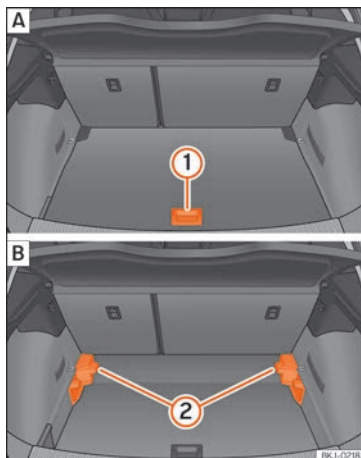

Abb. 141 Variabler Gepäckraumboden: [A] Hochstellung; [B] Tiefstellung.
- Um von der niedrigen in die hohe Position überzugehen, heben Sie den Boden am Haltegriff »» (Abb. 141) ① an und ziehen Sie ihn nach hinten, bis der vordere Teil des Bodens vollständig über den Halterungen ② liegt.
- Den Gepäckraumboden nun bis zum Anschlag an den Rücksitzlehnen nach vorne schieben und mit Hilfe des Haltegriffs ① absenken.
- Um von der hohen in die niedrige Position überzugehen, heben Sie den Boden am Haltegriff »» (Abb. 141) ① an und ziehen Sie ihn nach hinten, bis der vordere Teil des Bodens vollständig über den Halterungen ② liegt.
- Den vorderen Teil auf den Boden absenken und diesen bis zum Anschlag an den Rücksitzlehnen nach vorn verschieben und dabei den Boden gleichzeitig mit Hilfe des Haltegriffs ① absenken.
- Bei einem variablen Boden in hoher Position diesen am Haltegriff anheben >>> [Abb. 141] ①, daran ziehen und in Richtung der Rücksitzlehne bewegen bis der Boden an der Scharnierlinie eingeklappt wird und sich der bewegliche Teil des Bodens auf diesem befindet.